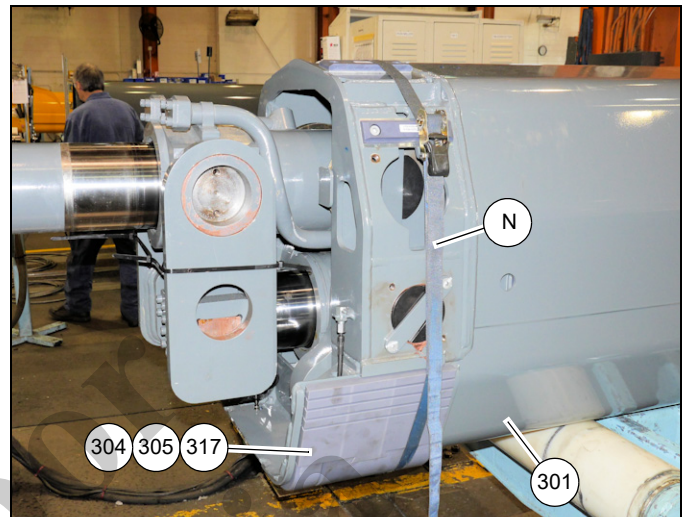

FIGURA 4-19
llas de desgaste (304, 305) de la parte inferior de la sección telescópica 2 (301) (vea la Figura 4-19).